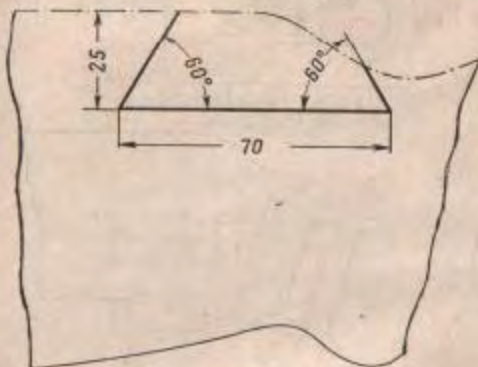

Рис. 88. Разделка паза для вклейки
(1) При наличии трещины или откола передней верхней части приклада на длине 70 мм разделить паз для вклейки (рис. 88),